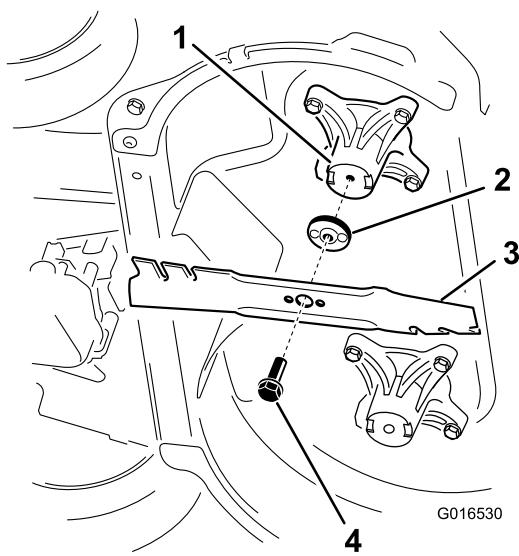

Bild 41
- Entfernen Sie jedes Messer, siehe Bild 41.
1. Montieren Sie das erste Messer so, dass es horizontal ist, und all Befestigungen, wie in Bild 41 dargestellt.